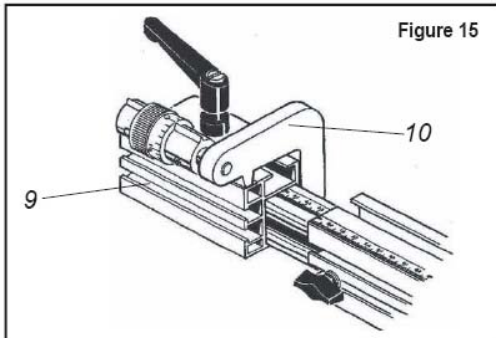

Figure 15
3. Затяните винт (9) чтобы выдвигная часть с маленьким упором (10) не выскакивала с направляющих. Рис.15.